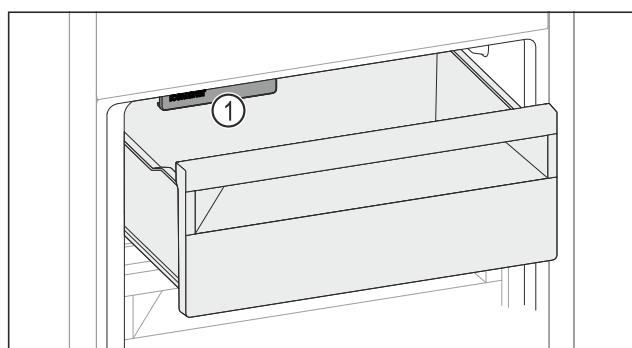

Fig. 151
► Слідкувати за функцією IceMaker Fig. 151 (1).